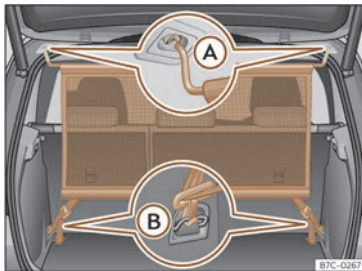

Fig. 117 Xarxa de separació muntada.
- Enganxeu la xarxa de separació a l'allotjament esquerre del sostre »» fig. 117 **A**. Assegureu-vos d'estirar la vareta transversal cap avall més enllà de la posició superior.
- Enganxeu la xarxa de separació a l'allotjament dret del sostre comprimit la vareta transversal »» fig. 117 **A**.
- Enganxeu els dos ganxos de la xarxa de separació a les argolles d'amarratge del maleter »» fig. 117 **B** i tenseu bé els cinturons de fixació.